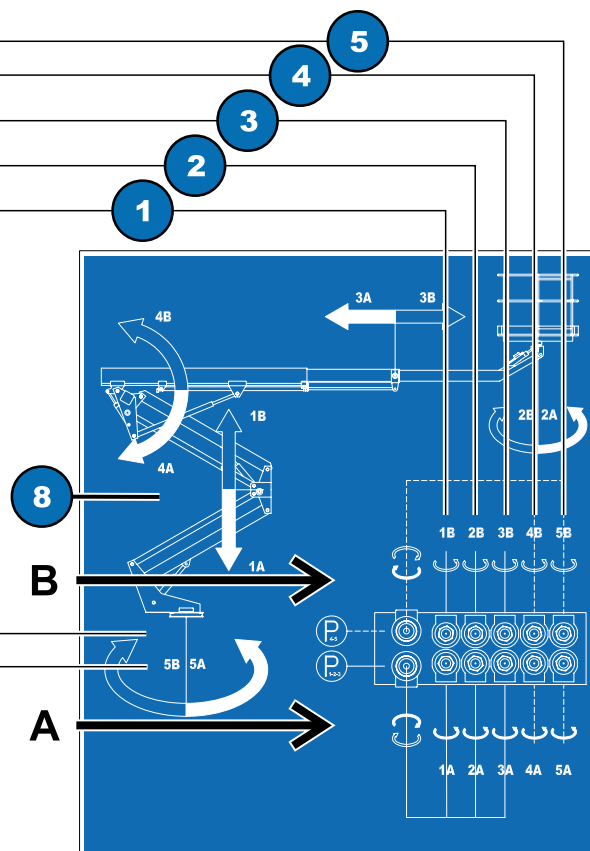

Fig. 7.5
- A)** avvitare completamente le valvole (Fig. 7.5, **6 e 7**);
- B)** svitare il pomello superiore della valvola relativa all'estensione del braccio telescopico, (Fig. 7.5, **3B**) per estendere il braccio telescopico o (Fig. 7.5, **3A**) per rientrare il braccio telescopico: impostare la velocità della manovra desiderata agendo sulla valvola proporzionale (Fig. 7.5, **7**). A fine manovra avvitare la valvola (Fig. 7.5, **3A o 3B**) e svitare la valvola (Fig. 7.5, **7**);
- C)** svitare il pomello superiore della valvola relativa al braccio articolato, (Fig. 7.5, **1B**) per sollevare braccio articolato o (Fig. 7.5, **1A**) per abbassare il braccio articolato: impostare la velocità della manovra desiderata agendo sulla valvola proporzionale (Fig. 7.5, **7**). A fine manovra avvitare la valvola (Fig. 7.5, **1A o 1B**) e svitare la valvola (Fig. 7.5, **7**);
- D)** svitare il pomello superiore della valvola relativa alla torretta, (Fig. 7.5, **5B**) per ruotare in senso orario la torretta o (Fig. 7.5, **5A**) per ruotare in senso antiorario la torretta: impostare la velocità della manovra desiderata agendo sulla valvola proporzionale (Fig. 7.5, **6**). A fine manovra avvitare la valvola (Fig. 7.5, **5A o 5B**) e svitare la valvola (Fig. 7.5, **6**);
- E)** svitare il pomello superiore della valvola relativa alla piattaforma di lavoro, (Fig. 7.5, **2B**) per ruotare in senso orario la piattaforma di lavoro o (Fig. 7.5, **2A**) per ruotare in senso antiorario la piattaforma di lavoro: impostare la velocità della manovra desiderata agendo sulla valvola proporzionale (Fig. 7.5, **7**). A fine manovra avvitare la valvola (Fig. 7.5, **2A o 2B**) e svitare la valvola (Fig. 7.5, **7**);
- F)** svitare il pomello superiore della valvola relativa al sollevamento del braccio telescopico, (Fig. 7.5, **4B**) per sollevare il braccio telescopico o (Fig. 7.5, **4A**) per abbassare il braccio telescopico: impostare la velocità della manovra desiderata agendo sulla valvola proporzionale (Fig. 7.5, **6**). A fine manovra avvitare la valvola (Fig. 7.5, **4A o 4B**) e svitare la valvola (Fig. 7.5, **6**);